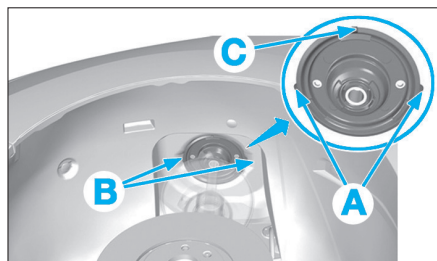

Fig. 12
- Positionner les bossages (A) du support d'amortisseur dans les emboutis (B) du passage de roue (Fig.12).